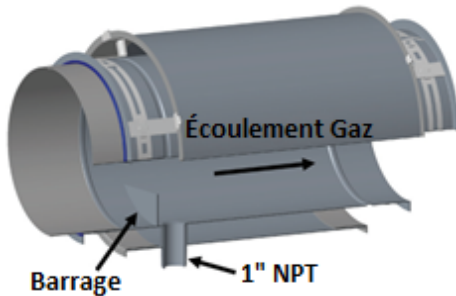

Figure 9 - Longueur de Drainage Horizontale (HDL)
1. La Longueur de Drainage Horizontale est équipée d'un raccord de 1" (25mm) NPT, qui est fixé à la conduite intérieure et s'étend à travers la paroi extérieure pour fournir un chemin pour vidanger, condenser ou l'eau de la cheminée. Voir la figure 9.
3. Le HDL est destiné à être utilisé à la fin d'une portion horizontale du système, où l'accès et le drainage sont nécessaires (voir Figure 9).